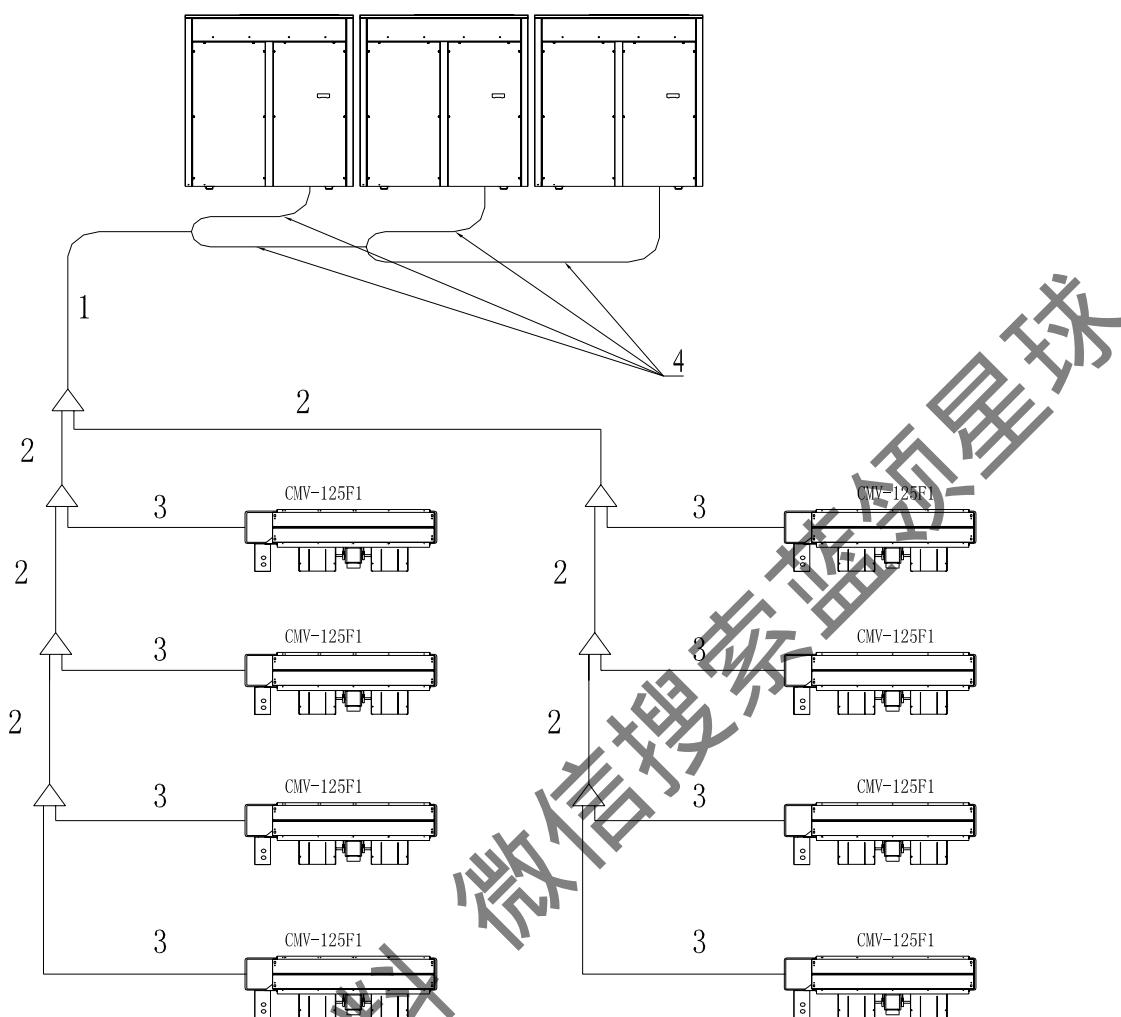

图 48：配管命名示意图
为了方便表达，对配管进行统一命名，见表 4 及示意图 48。
主管是指室外侧第一分歧至室内侧第一分歧之间的管道（图 48 中编码为“1”的铜管，或图 52 中编号为“5”和“6”的铜管及图 53 中编号为“5”和“6”的铜管），主管管径的大小与室外系统总能力的大小有关，其管径的选择表如下：
8.4 内侧配管的管径选择与安装 (图 48 中编码为“2”、“3”的铜管)
一、内侧主配管管径的选择 (图 48 中编码为“2”的铜管)
二、内侧支配管管径的选择 (图 48 中编码为“3”的铜管)